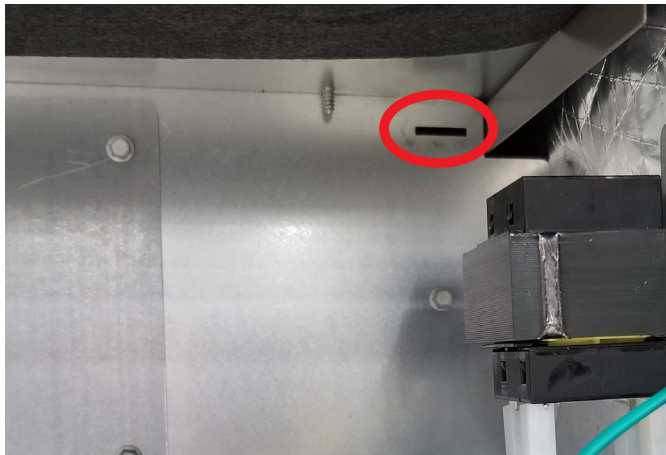
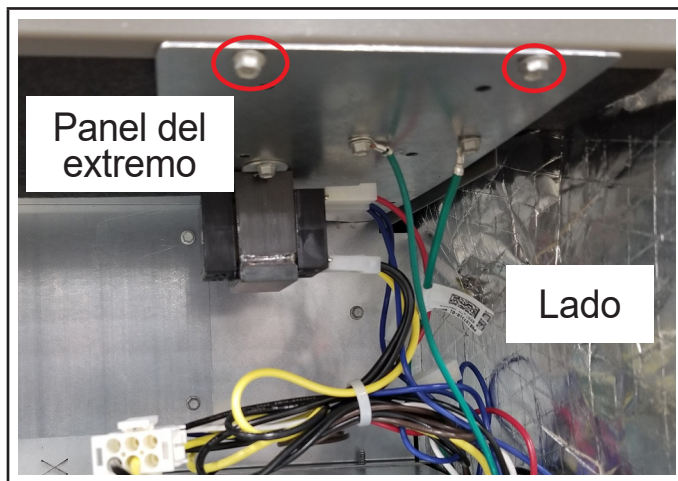

FIGURA 4. Ranura para la reubicación del panel de control
FIGURA 5. Panel de control reubicado al panel extremo (configuración horizontal derecha)
Para evitar los daños al control causados por la humedad en algunas configuraciones de descarga a la derecha, el panel de control se puede reubicar al panel extremo, como se muestra en la Figura 5.
- 2 - Deslice el panel de control en la ranura del panel de montaje de calefacción eléctrica (Figura 4). Con los tornillos que se quitaron en el Paso 1, fije el panel de control al panel del extremo como se muestra en la Figura 5.